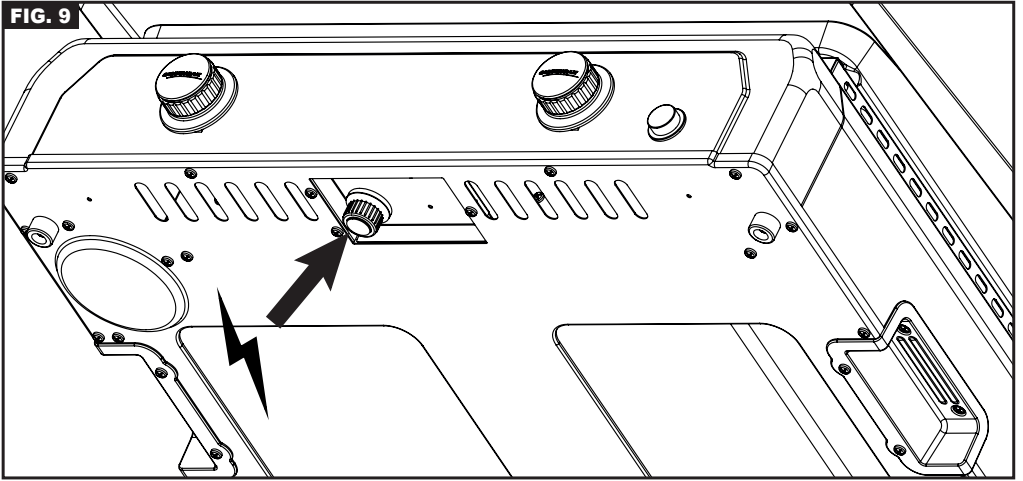

FIG. 10
- Pour l'installation de la pile, voir fig. 10 :
- 2) introduire la pile AA en respectant les polarités indiquées (Fig. 10) puis revisser le bouchon du compartiment.